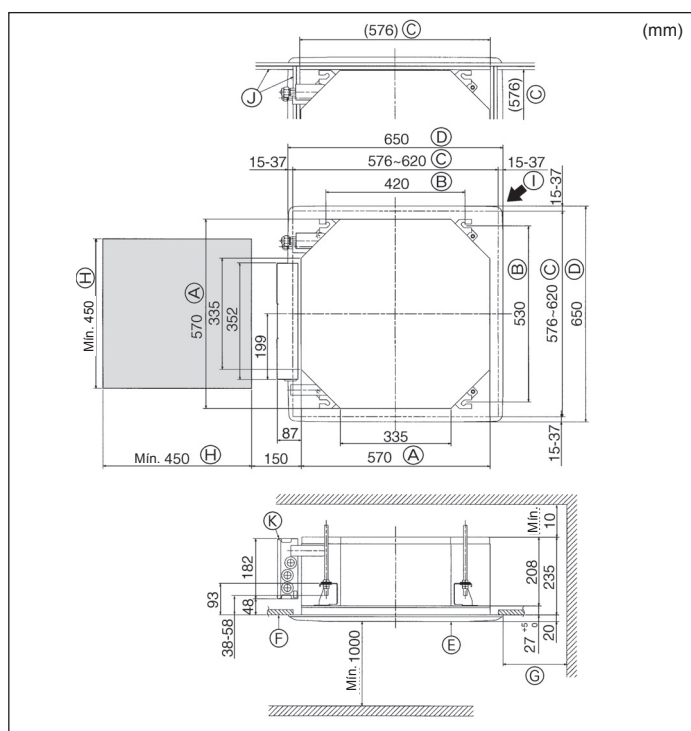

Fig. 4-2
⑤	Vite con rondella (M5 x 25) per montaggio griglia	4
⑥	Manicotto di drenaggio	1
⑦	Isolamento	1
⑧	Vite di fissaggio per ③ 3,5 x 16 (nera) (Per SLZ-KA-VAL(2))	2
⑨	Supporte del telecomando (Per SLZ-KA-VAL(2))	1
⑩	Batteria (AAA) (Per SLZ-KA-VAL(2))	2
⑪	Telecomando (Per SLZ-KA-VAL(2))	1
4.2. Posizione delle aperture a soffitto e dei bulloni di sospensione (Fig. 4-2)